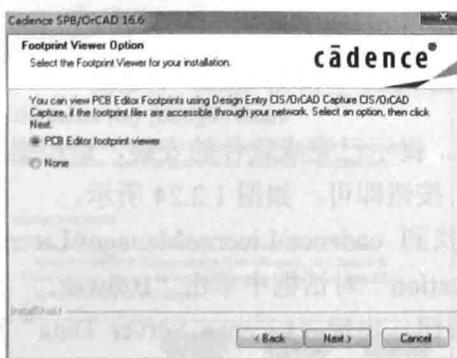
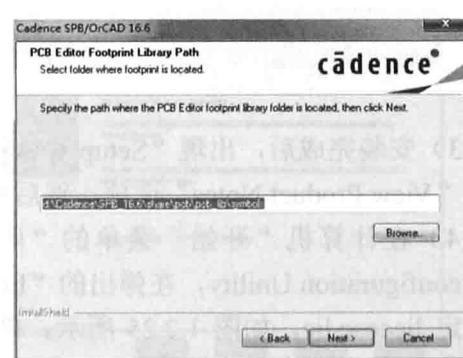

图 1.2.18 “Footprint Viewer Option”对话框
图 1.2.19 “PCB Editor Footprint Library Path”对话框
(10) 单击“Next”按钮，出现“Footprint Viewer Option”对话框，如图 1.2.18 所示。设置选项，选择是否对各个元器件的封装进行查看。单击“Next”按钮，出现“PCB Editor Footprint Library Path”对话框，在此可以选择路径，如图 1.2.19 所示。